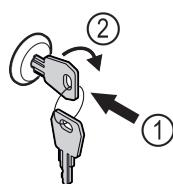

Fig. 96
- Zatlačte kľúč Fig. 96 (1).
- Otočte kľúč o 90° v smere hodinových ručičiek Fig. 96 (2).